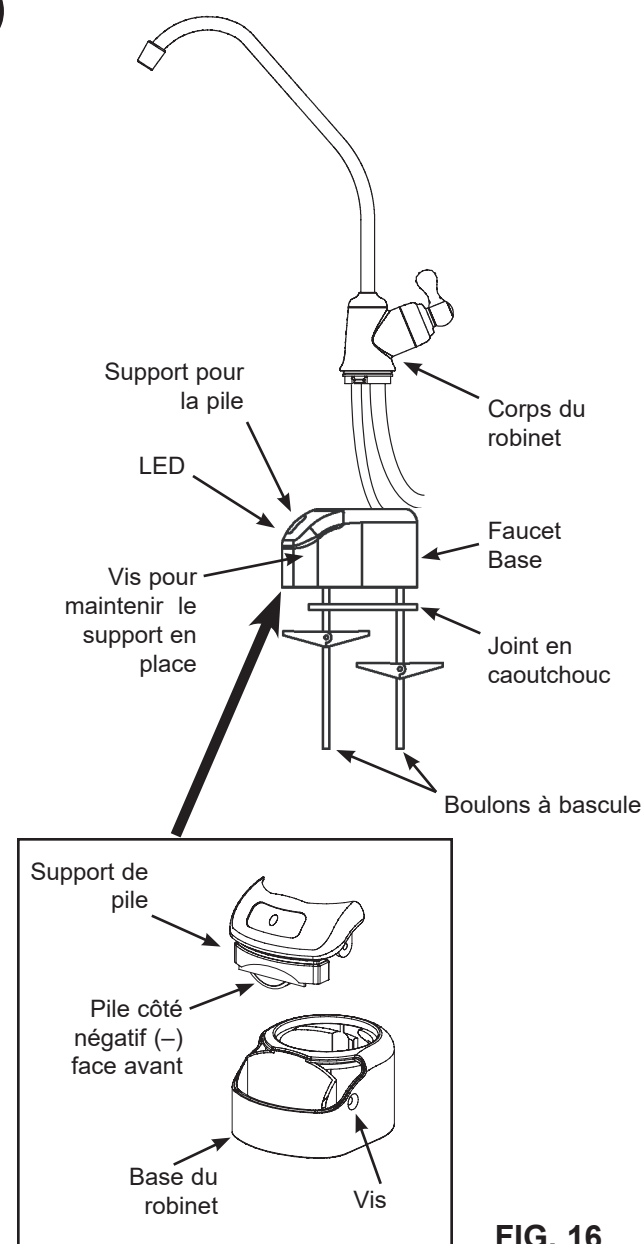

FIG. 16
1. Identifier et rassembler les pièces qui composent le robinet. Cf Fig. 16.
2. Appuyer sur le support de la pile et le faire glisser vers le haut jusqu'à ce qu'il se détache de la base. Voir Fig. 16.
5. Ré-installer le support pour la pile et bien revisser à la base du robinet. Voir Fig. 16.